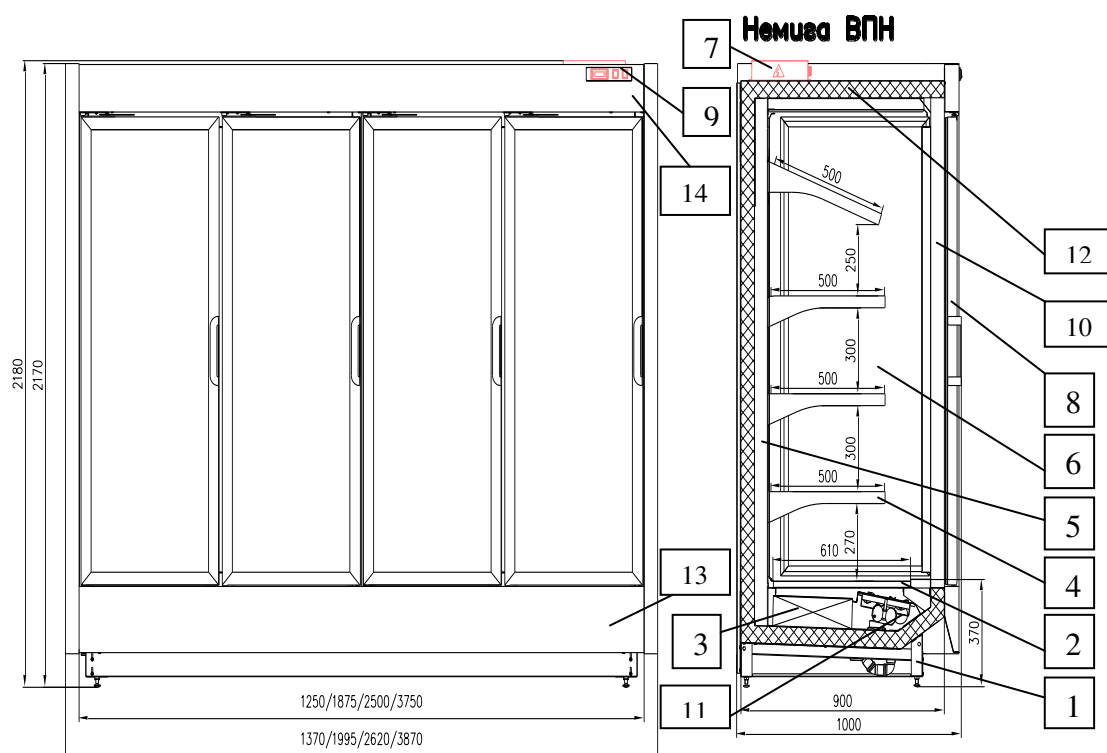
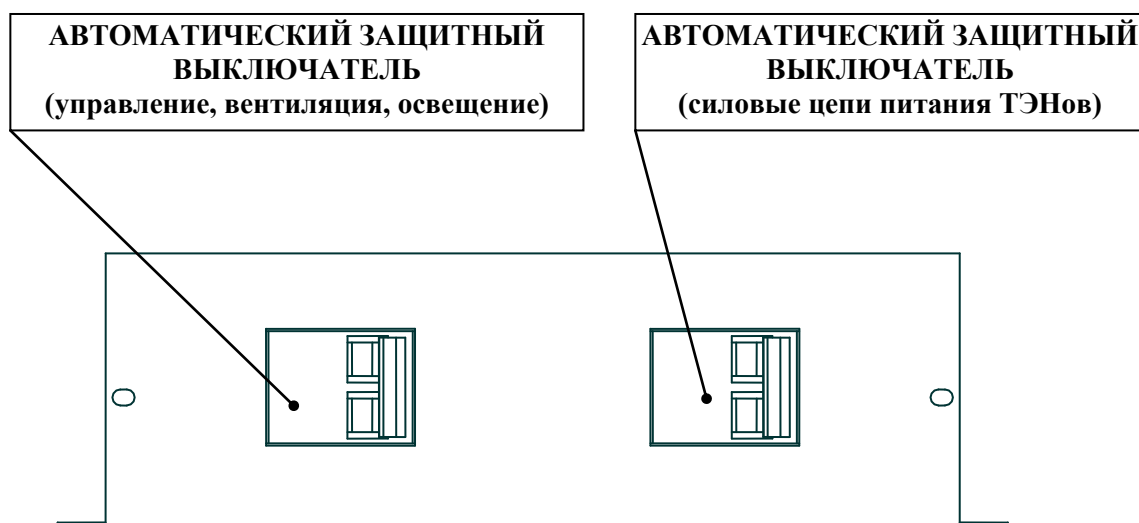

Рис. 1. Схема витрины «**НЕМИГА**» П2 ВН:
Рис. 2. Распределительный блок витрины «НЕМИГА» П2 ВН
Витрина «**НЕМИГА**» П2 ВН состоит из корпуса, подставки, боковых панелей (левой и правой), холодильной и электрической систем, навесных полок, дверей (см. рис. 1).
- Электрическая система включает в себя панель управления, распределительный блок, нагревательные элементы (для электрической оттайки испарителя), панель вентиляторов испарителя, встроенный светильник. На панели управления, расположенной сверху витрины, находятся выключатели питания и освещения, электронный регулятор (контроллер). Распределительный блок электрооборудования с автоматическими защитными выключателями располагается сверху на корпусе витрины (см. рис. 1, рис. 2).